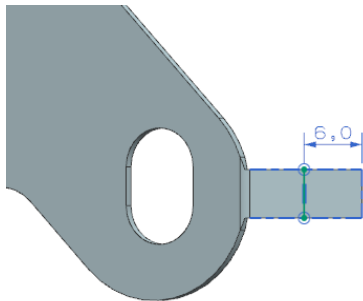

图 4-117 绘制折弯线
(7) 进入草图设计环境，绘制如图 4-117 所示的折弯线。